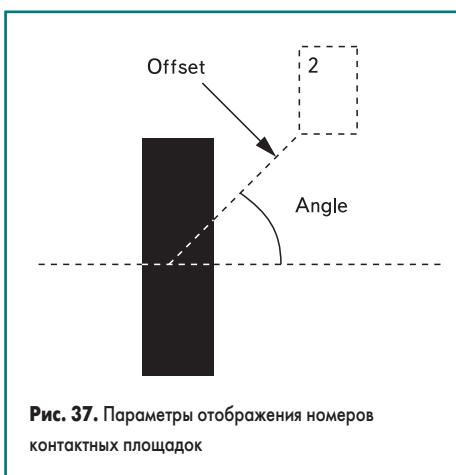

Рис. 37. Параметры отображения номеров контактных площадок
27. В появившемся окне Assignments перейдем на вкладку Pads и на ней справа в поле Pad Numbers зададим значение параметра Offset, равным 20 милс, а параметра Angle, равным 40 градусам. Смысл этих параметров показан на рис. 37.